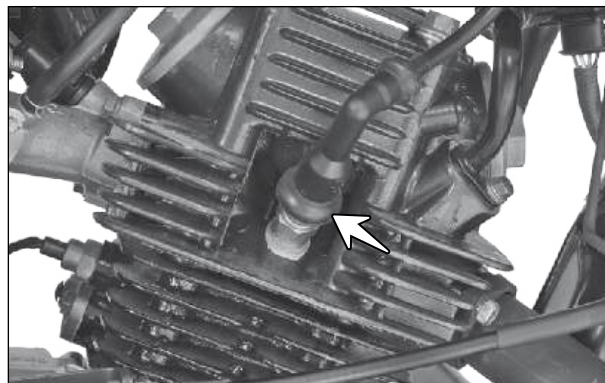

Fig. 2.48
- Desconecte o supressor de ruído da vela (seta) e, utilizando uma chave de vela, remova a vela de ignição. (Fig. 2.48).